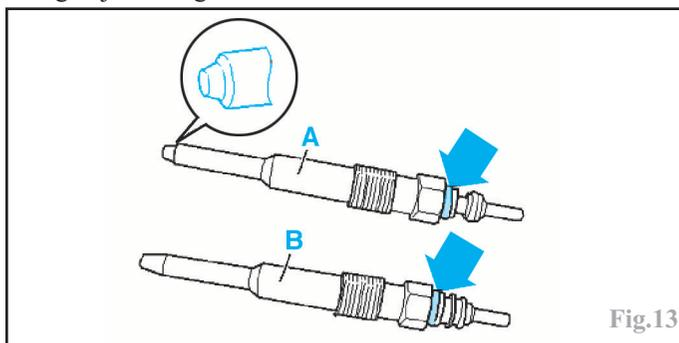

Fig.13
-les bougies (**A**) de préchauffage en céramique **Bosch** présentent une «bague-joint blanche» comme code de couleur et un chanfrein à leur pointe (Fig.13).